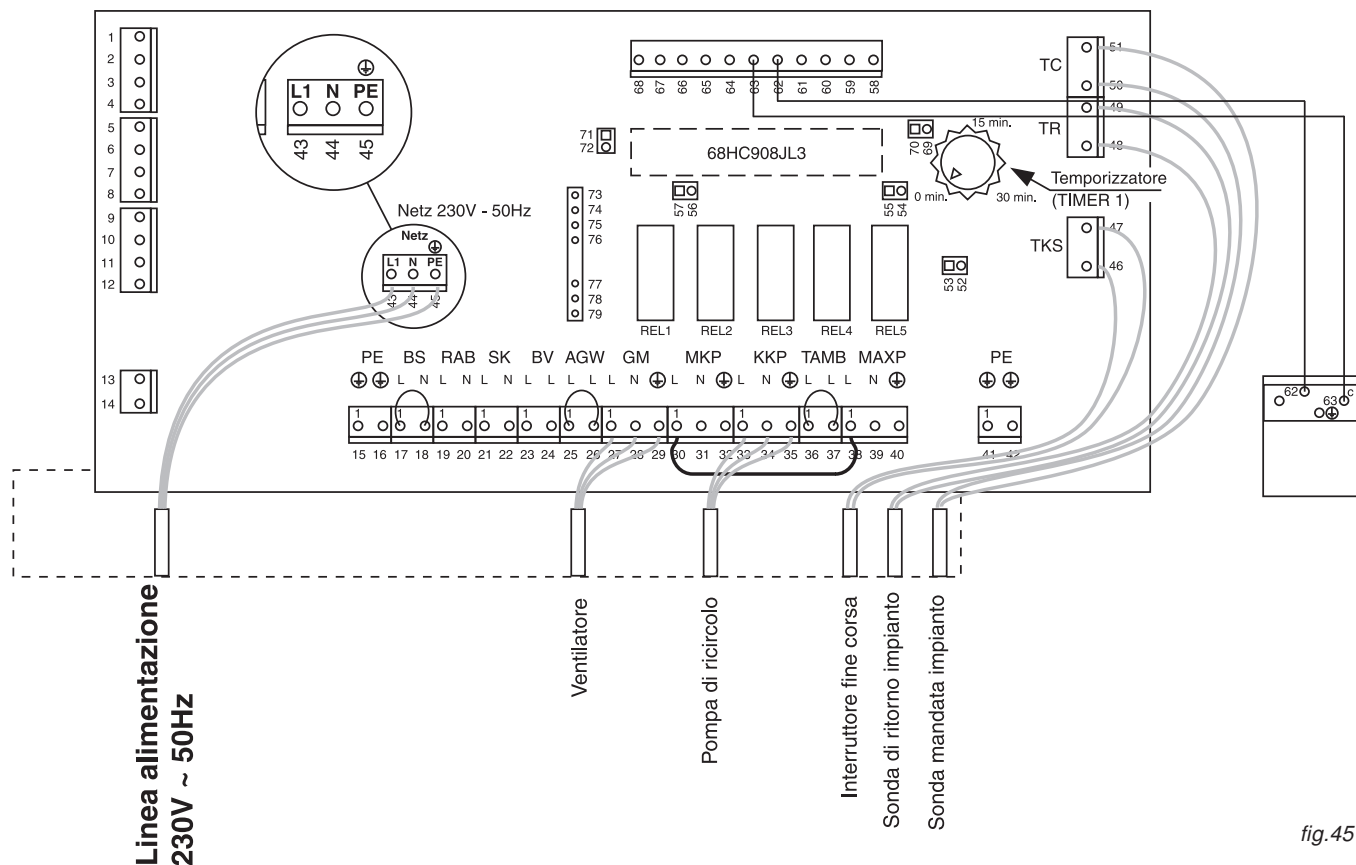

fig.45
Negli Step 4 e Step 6 è richiamato "SPARE": rappresenta la posizione del (Jumper) ponticello, come descritto a pag. 47 (pos. 56 - 57, fig. 45).